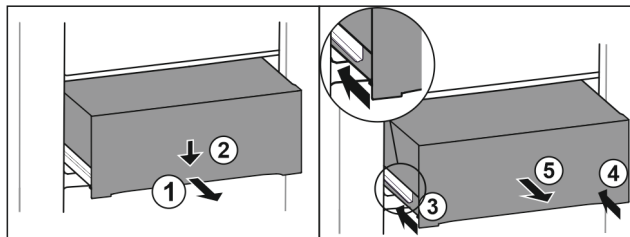

Fig. 166
- ▶ Zásuvku napůl vytáhněte. Fig. 166 (1)
- ▶ Stlačte zásuvku na přední straně dolů. Fig. 166 (2)
- ▶ Zasuňte levou kolejničku přibližně do 2 cm. Fig. 166 (3)
- ▶ Zasuňte pravou kolejničku přibližně do 2 cm. Fig. 166 (4)
- ▶ Vyjměte zásuvku dopředu. Fig. 166 (5)